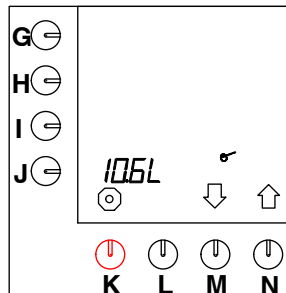

Fig. 20 Samlede vandmængde
- Når du har indtastet leder-PIN-koden, vises fig. 20 i displayet.